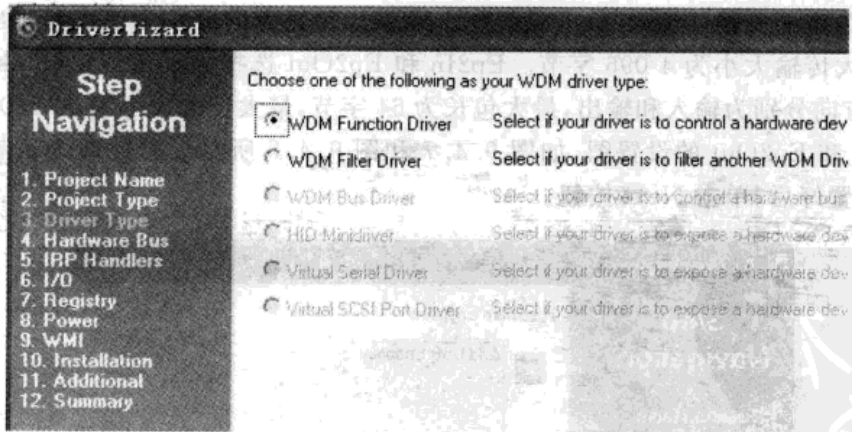

图 9.4.4 选择驱动的类型
(3) 选择驱动的类型。在弹出的选择驱动类型的对话框中选择 WDM 功能驱动(WDM Function Driver),单击 Next 按钮,如图 9.4.4 所示。本驱动是为了产生一个新的设备,所以要选择功能驱动程序。